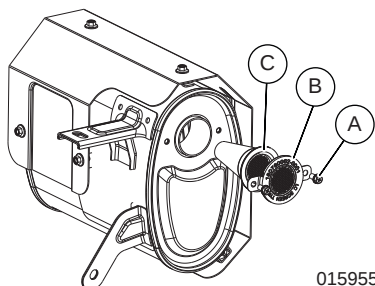

Figura 4-5. Rejilla del parachispas
1. Consulte Figura 4-5. Suelte y retire los tornillos (A).
2. Inspeccione la rejilla (B) y reemplácela si está rota, perforada o dañada de alguna manera. Si la rejilla no está dañada, límpiela con un solvente comercial.
3. Vuelva a colocar el cono del parachispas (C) y la rejilla (B). Fije con tornillos.